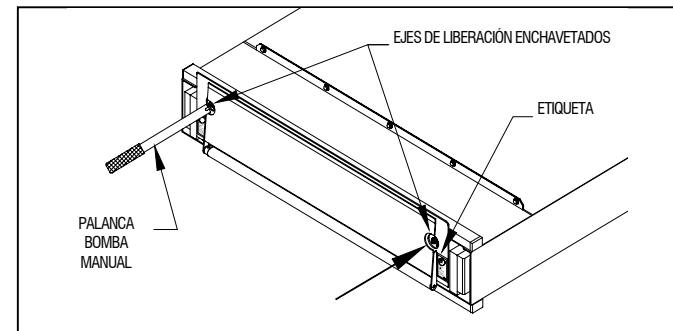

FIGURA 2-6: EJES DE LIBERACIÓN DE LA PLATAFORMA
Consulte la **Figura 2-6**. Cuando la plataforma está replegada es difícil extraerla debido a la resistencia del sistema de despliegue. Por este motivo, se dispone de un mecanismo de liberación que sirve para desengranar la plataforma cuando se requiere llevar a cabo un despliegue manual. La plataforma se suelta girando cualquiera de los ejes de liberación enchavetados en la dirección que muestran las etiquetas situadas en la parte frontal de la barrera delantera. Los ejes están situados detrás de las aberturas, a izquierda y derecha de la barrera frontal.
- Consulte la **Figura 2-6**. Coja la palanca de la bomba auxiliar y engránela en cualquier eje de liberación enchavetado situados detrás de los orificios de acceso de la barrera frontal. Gire el eje 1/4 de vuelta en la dirección que se indica en la etiqueta contigua.
- d. Consulte la **Figura 2-6**. Coja la palanca de la bomba auxiliar y engránela en cualquier eje de liberación enchavetado situados detrás de los orificios de acceso de la barrera frontal. Gire el eje 1/4 de vuelta en la dirección que se indica en la etiqueta contigua.